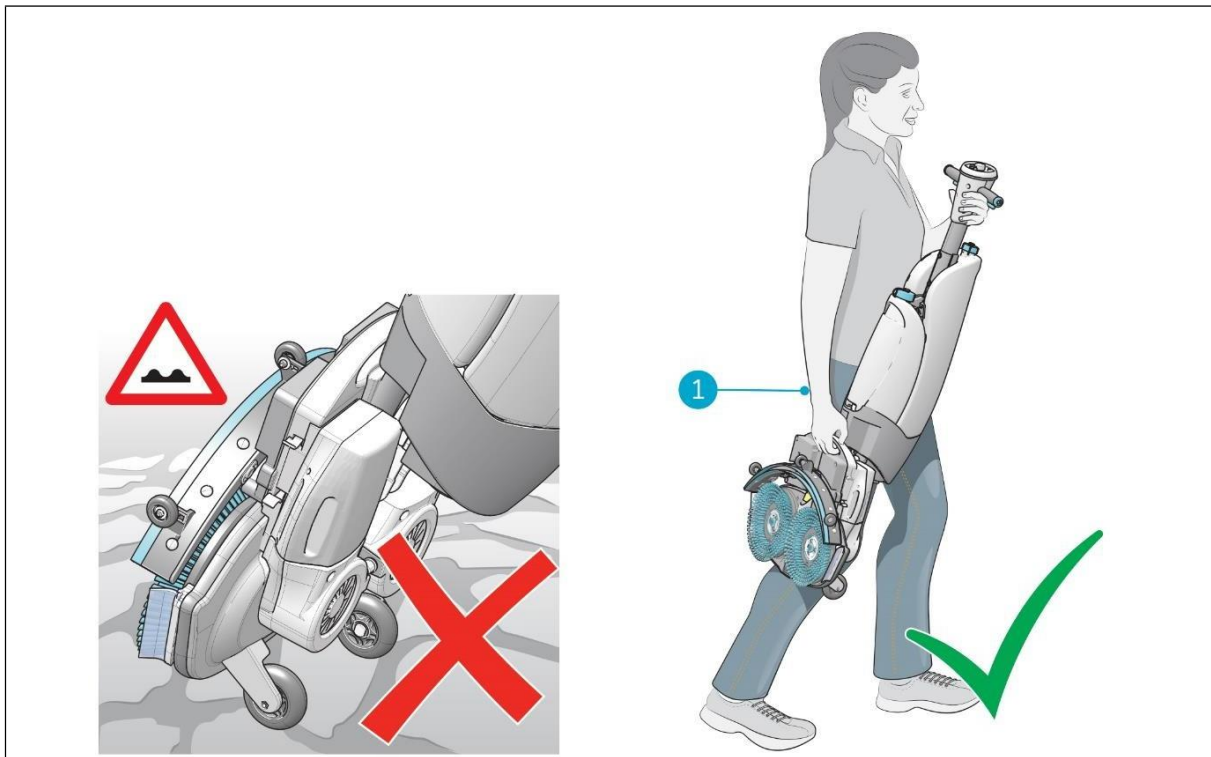

Abbildung 5
2. Tragen Sie den i-mop XL basic mit einer Hand und halten Sie mit der anderen Hand den Griff (Abbildung 5, Pos. 1).